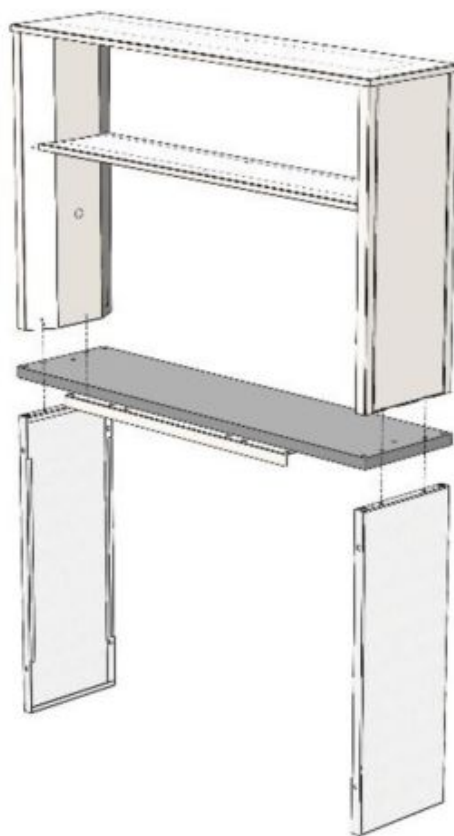

Рис. 3. Установка верхней части технологической приставки
- 6.4. Установить на каркасное основание верхнюю часть технологической приставки, предварительно выкрутив 4 винта М6х50 из нижней части рабочей поверхности (ближе к углам) и вкрутив их обратно сквозь боковины тех. приставки (Рис. 3).